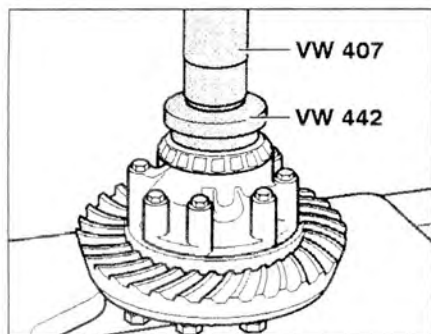

Рис. 5.125. Нагрейте оба внутренних кольца конических роликовых подшипников до 80 °С и запрессуйте с помощью устройства VW 442.
14. Нагрейте оба внутренних кольца конических роликовых подшипников до 80 °C и запрессуйте с помощью устройства VW 442 (рис. 5.125).